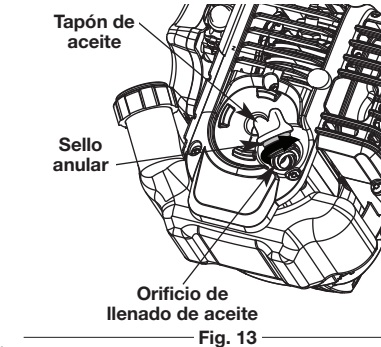

Fig. 13
NOTA: Al comprobar y cambiar el aceite, asegúrese de que el tapón de llenado de aceite tenga puesto el sello anular (Fig. 13).
2. Quite el tapón de llenado de aceite (Fig. 13).